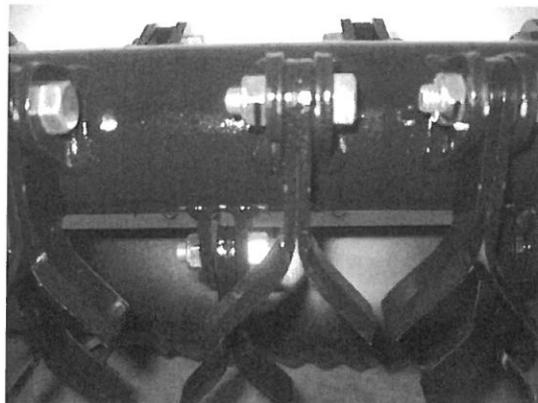

Figure 13
- Echange des lames : Dévissez le boulon (Figure 13).